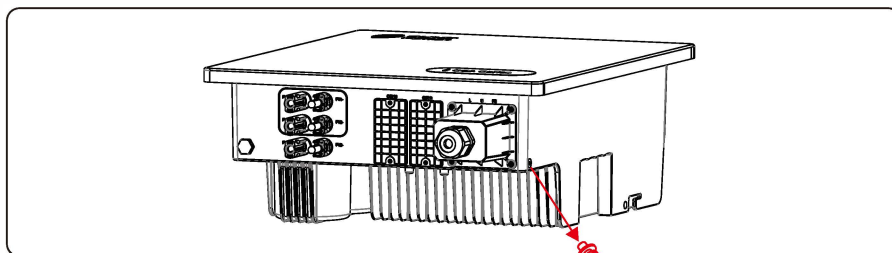

Figura 5.3: Remova os parafusos de terra
**Passo 3:** Remova os parafusos de terra dos pontos de terra, conforme mostrado na Figura 5.3.